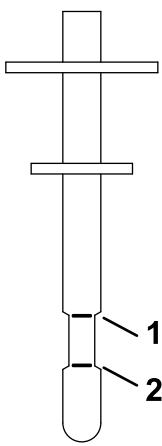

Рисунок 62
- Помістіть щуп у заливну горловину, вийміть його та перевірте рівень рідини (Рисунок 62).